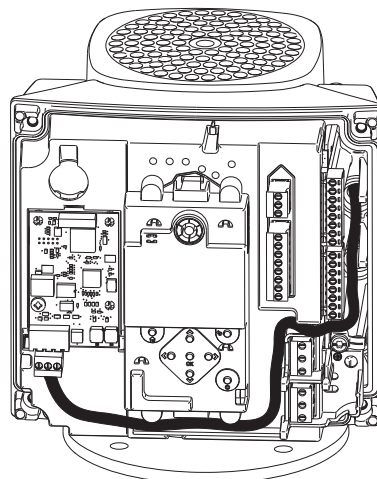

Рис. 62 Пример прокладки провода
9. Проложите провода модуля СИМ, см. пример на рис. 62.